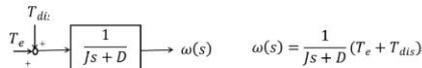

図 4-5. 外乱のあるシステム
<p style="text-align: center;">4 速度制御の基礎-2</p> <p>速度制御のフィードバック制御 (2)フィードバック制御</p>  $\omega^{ref}(s) = G_s(s) \frac{G_p(s)G_f(s)}{1 + G_p(s)G_f(s)} \omega^{cmd}(s)$ $G_s(s) = \frac{G_f(s)}{G_p(s) + (Js + D)}$ <p>図 4-4. フィードバックシステム</p> <p>(2-1)比例制御なら $G_f(s) = K_p$</p> $\omega^{ref}(s) = \frac{K_p}{K_p + (Js + D)} \frac{\omega^{cmd}(s)}{s}$ $\omega^{ref}(t = \infty) = \frac{K_p}{K_p + D} \omega^{cmd}$  <p>図 4-5. 一次遅れ系の比例制御のステップ応答</p>